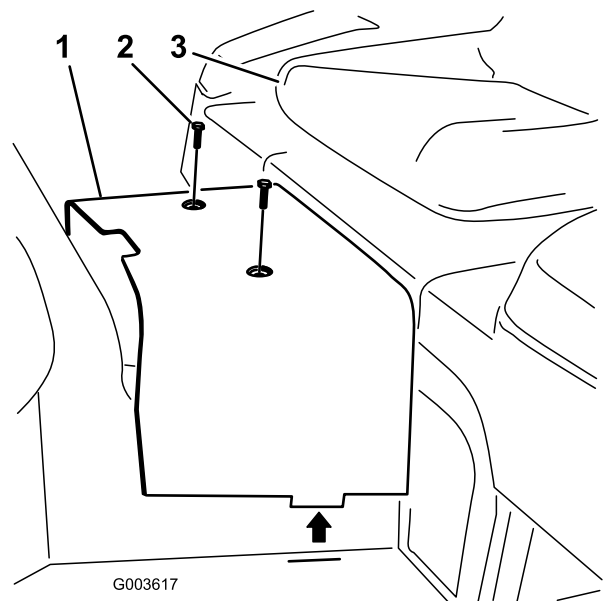

Bild 7
7. Nehmen Sie die zwei Schrauben ab, mit denen das mittlere Abdeckblech am Rahmen befestigt ist (Bild 7). Nehmen Sie das Abdeckblech ab und bewahren Sie es auf.